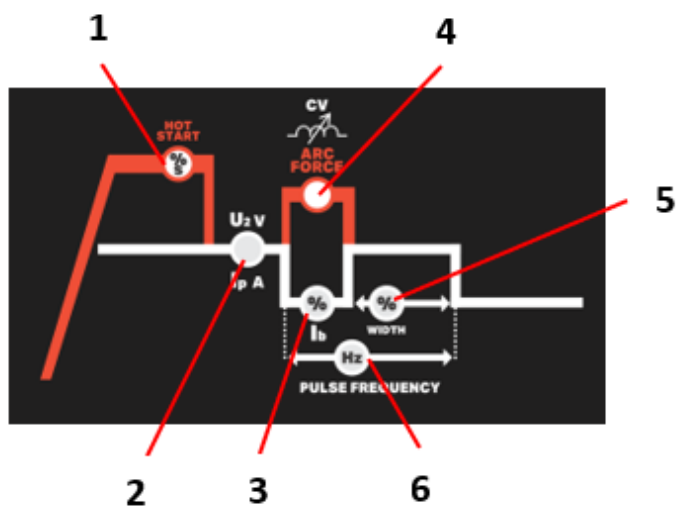

Fig. 3 – Paramètres LIFTIG
- Régler la valeur du courant de soudage (Fig.3)
Pour DC 164 e DC 204 (Voir les Article de la Fig. 3 A)
Pour DC 224 (Voir les Article de la Fig. 3 B)